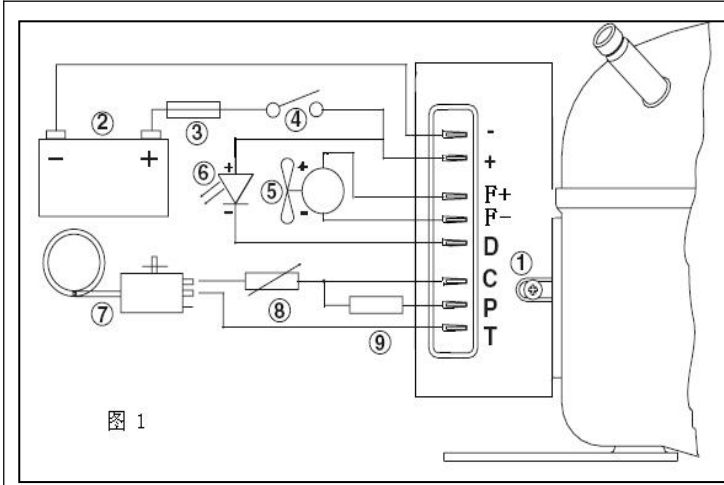

图 1
- 安装方式：如图 1 所示。将控制器三相输出插件紧插在压缩机的接线端上，控制器套入压缩机的装卡片后拧紧螺钉（1）。
- 电源连接：如图 1 所示。A、控制器的电源输入线直接连接至电池的正负极（2），控制器的（-）极连至电池的负极；控制器的（+）极连至电池的正极，否则控制器将不能正常工作，控制器具有电源反接保护。B、为了保护装置，必须在正电源连线中接入一个保险丝（3），并尽可能的靠近电池的正输出极；推荐 12V 系统采用 10A；24V 系统采用 5A。C、如果加入主开关（4），则开关的最小通断电流值大于 15A。D、电源线的选择（线径及长度）可参照表 2，否则会因电源连线上的电压降影响到控制器的电池保护点的设置值。
- 电池的保护：如图 1 所示。A、控制器通过检测输入极（+）和（-）之间的电压值来确定停止压缩机及重新启动压缩机；用于保护不同的供电电池。
5、 温度开关：如图 1 所示。A、温度开关（7）连接在控制器的 C、T 端，如果中间不连接任何电阻，则当温度开关闭合时压缩机的运行速度为 2000rpm。B、其他压缩机的设定转速可通过电阻（8）来调节电流（mA）获得，具体电阻数值参照表 4。
6、 外接风扇：如图 1 所示。A、控制器的端子（F+）和（F-）之间可接入一个 12V 的直流风扇（5），风扇的正极连接控制器的（F+）端，负极连接控制器的（F-）端。当控制器的输入电压超出 12V 时，端子（F+）和（F-）之间输出的值总是保持 12V。 **不管输入电压系统是 12V 还是 24V，风扇必须是 12V 的直流风扇。** B、 **控制器可持续输出 0.5A 的风扇驱动能力。**
7、 外接 LED 显示：如图 1 所示。A、控制器的端子（+）和（D）之间可接入一个 10mA 的 LED（6）用于显示故障，LED 的阳极连接控制器的（+）端，阴极连接控制器的（D）端。B、当发生故障时，LED 每 3 秒为循环，在每个循环中连续闪烁，根据不同的故障闪烁不同的次数，每次闪烁为 0.4 秒，持续闪烁 1 分钟。具体代码和闪烁次数如表 5。